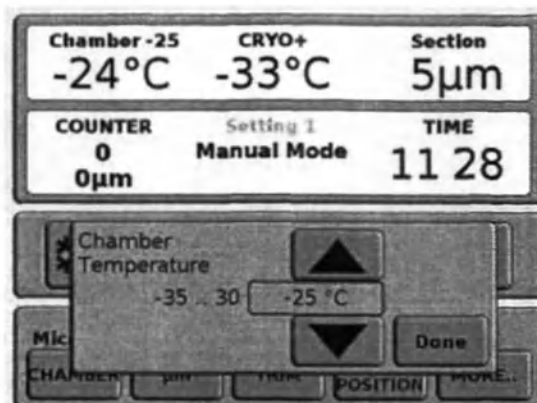

Рисунок 8.44
1. В главном меню нажмите кнопку *[CHAMBER]* (КАМЕРА). На экране появится всплывающий экран температуры в камере (Рисунок 8.44).